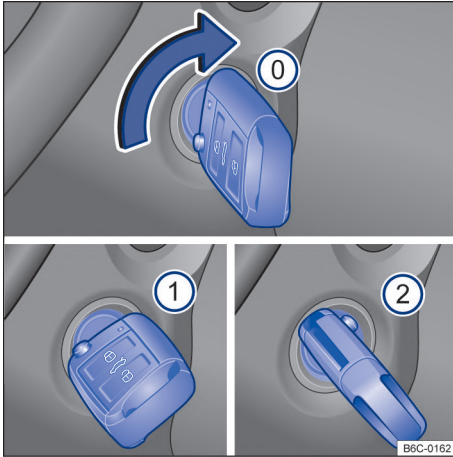

Fig. 89 Al lado del volante de la dirección, a la derecha: posiciones de la llave del vehículo en la cerradura de encendido.
Posiciones de la llave del vehículo → **fig. 89**
- ① Encendido desconectado. La llave del vehículo puede ser retirada.
- ② Encendido conectado.
- ③ Pise el pedal del freno (*vehículos con transmisión automática*), o el pedal del embrague (*vehículos con transmisión manual*) y encienda el motor. Cuando el motor arranque, suelte la llave del encendido. Al soltar, la llave del vehículo vuelve a la posición → **fig. 89** ①.
- *Vehículos con cerradura de encendido*: girar la llave del vehículo a la posición → fig. 89 ①. El encendido está conectado. En ese momento la luz de control del sistema de arranque en caliente  se encenderá en el instrumento combinado. Esperar a que la luz de control  se apague indicando el final del calentamiento del combustible (esta acción puede ser necesaria en condiciones de arranque con el motor frío).
- *Vehículos con cerradura de encendido*: gire la llave del vehículo en la tamber de ignición hacia la posición → fig. 89 ② – no acelerar. Cuando el motor comience a funcionar, soltar la llave del vehículo en la cerradura de encendido.
- *Vehículos con cerradura de encendido*: girar la llave del vehículo en la cerradura de encendido a la posición → fig. 89